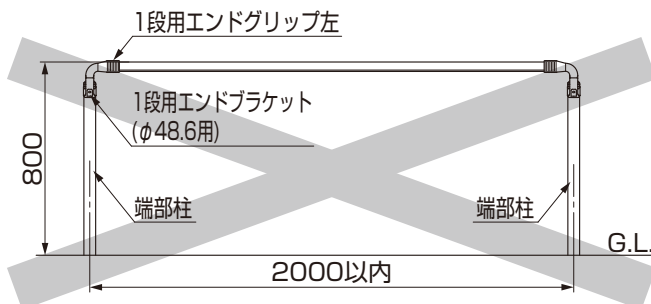

図11-3
- 端部柱~端部柱となる設計、施工は行なわないでください。(図11-3参照)